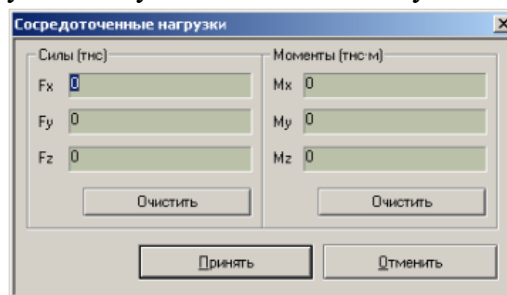

Рис. 5.6.8. Диалоговое окно задания сосредоточенных нагрузок
3. В появившемся диалоговом окне (рис. 5.6.8.) необходимо задать в полях **Fx**, **Fy**, **Fz** значения соответствующих проекций силы на глобальные оси координат, а в полях **Mx**, **My**, **Mz** значения проекций вектора момента. Для приложения сосредоточенных нагрузок к выбранным узлам следует нажать кнопку "**Принять**", для отказа от приложения нагрузок – "**Отменить**".